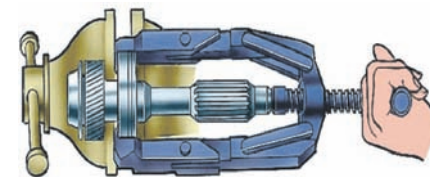

Рис. 4. Зняття підшипника з первинного валу
10. Зніміть за допомогою знімача підшипник з первинного валу (рис. 4).